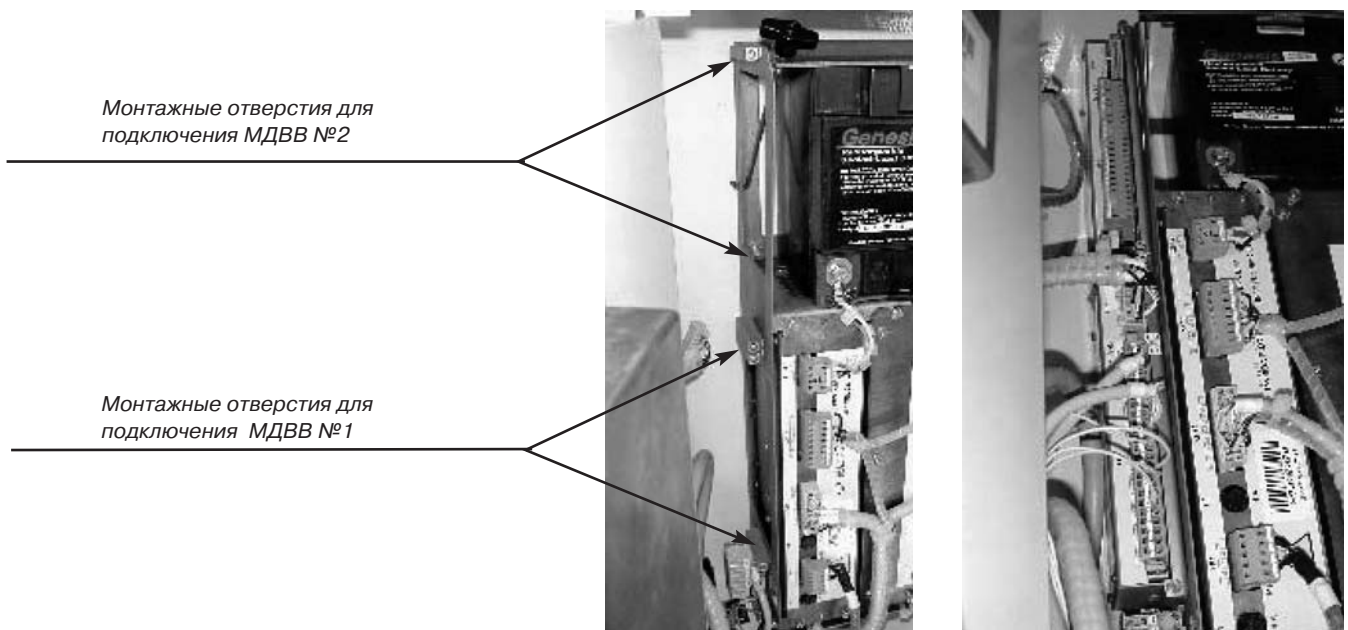

Рис. 4.9. Установка модуля дискретных входов/выходов
1. Установитель МДВВ и зафиксируйте с помощью двух невыпадающих винтов М4 (Рис. 4.9).